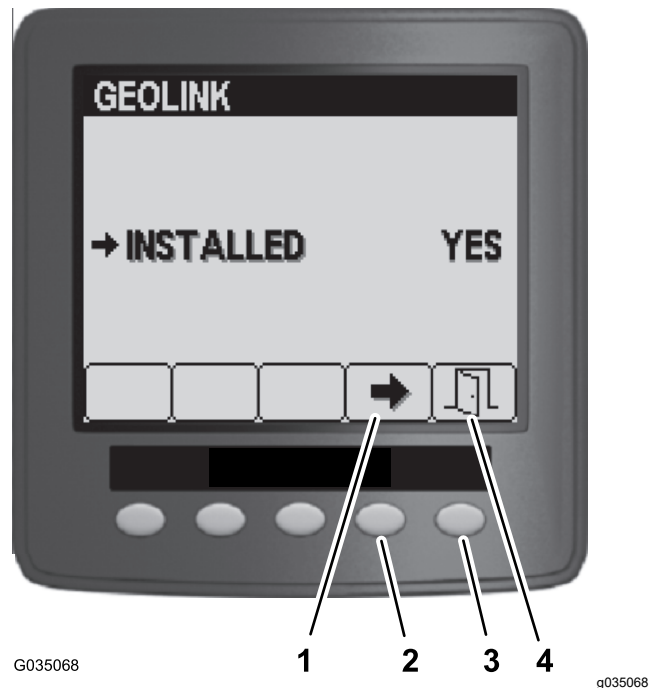

Figura 187
5. En el menú de GeoLink, Pulse el botón 4 para seleccionar la opción Yes (Sí), y pulse el botón 5 para guardar los ajustes y salir del menú (Figura 187).